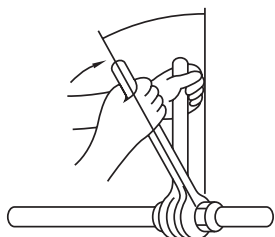

Fig. 5-8
- Vamzdelio atraminį paviršių patepkite plonu aušinimo alyvos sluoksniu. (Fig. 5-8)